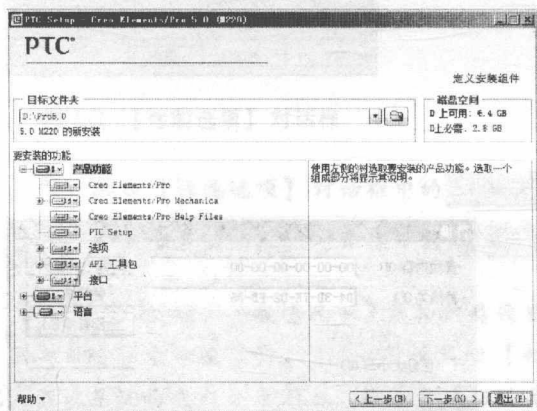

图 1-9 设置安装目录和安装模式
(10) 进入 **【定义安装组件】** 界面, 在其中设置安装目录和安装模式, 将 **【目标文件夹】** 修改为 **“D:\Pro 5.0”**, 其余使用默认设置, 如图 1-9 所示。